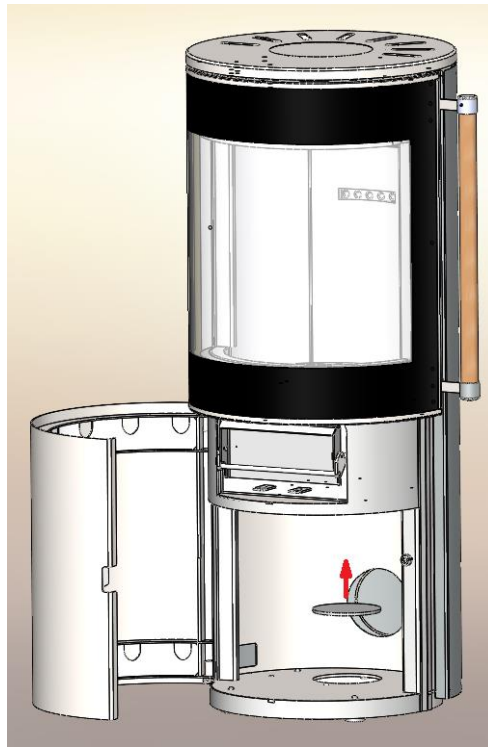

Figura 3 Taglio di micro-aperture per l'immissione di aria esterna nella parte posteriore/inferiore
4. Figura 3 Taglio di micro-aperture per l'immissione di aria esterna nella parte posteriore/inferiore	Pagina 7